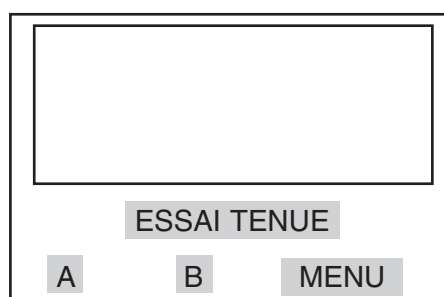

Fig. 12 Exemple des options des essais de tenue
3. Appuyer sur "CHOIX" pour changer l'affichage de l'option d'essai comme montré sur l'exemple de la figure 12. L'option "FIN" retourne à l'affichage du choix de l'essai de tenue.